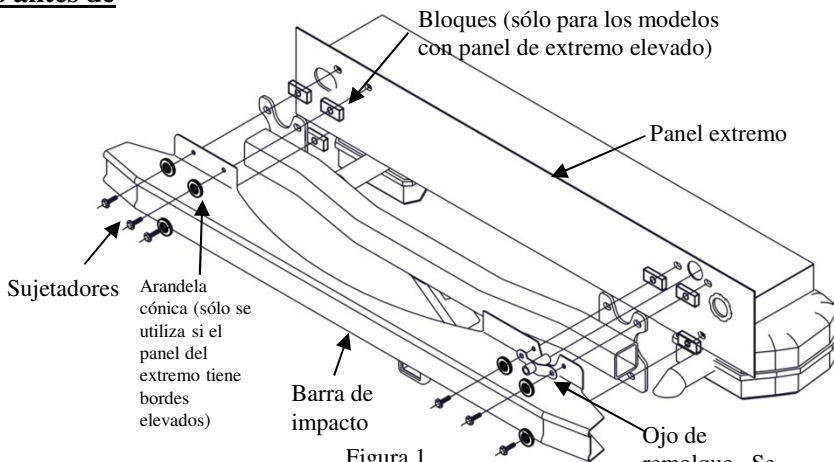

Figura 1
- Vuelva a instalar el ojo de remolque (coloque el enganche entre la barra de impacto y el ojo de remolque). Apriete a mano los (6) pernos. Ver Figura 1 (el ojo de remolque se ha retirado para claridad)
- Reemplace el panel de apariencia interior en la parte posterior de los pernos (2) de la puerta trasera.